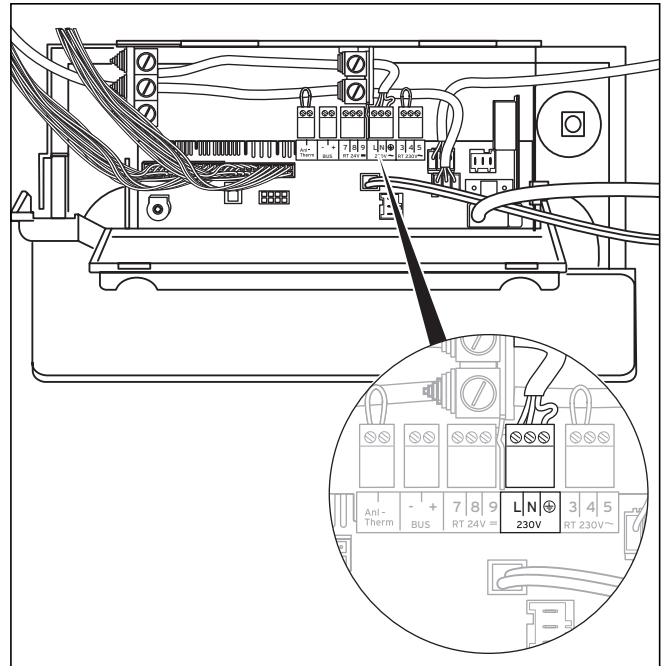

Abb. 5.11 Netzzuleitung anschließen
- Verlegen Sie die Netzzuleitung zur Anschlussebene im Schaltkasten wie in Abb. 5.11 gezeigt.